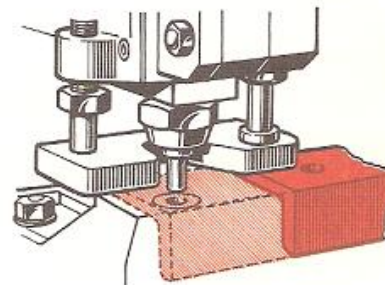

Fig.26
- Punzonado de chapas, pletinas y perfiles (fig.26);